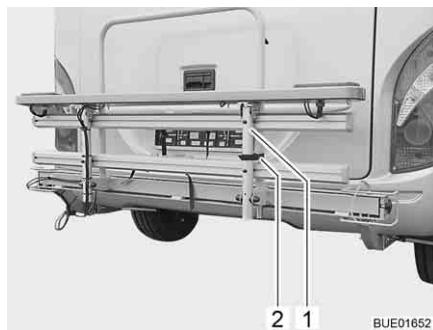

Fig. 1 Portabicilette (chiuso)
- Allentare la cinghia (Fig. 1,2) e abbassare la staffa (Fig. 1,1).